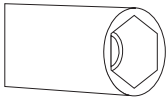

Abb. 4
2. Für einen Injektoraustausch verwenden Sie einen Schraubenzieher wie in Abbildung 4 dargestellt.